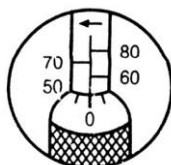

FIG1 50Nm
- 5) Vergrendel de greep door de borgmoer met de klok mee te draaien. De sleutel is nu ingesteld op 56 Nm en is klaar voor gebruik. Zie afbeelding 1 en 2.